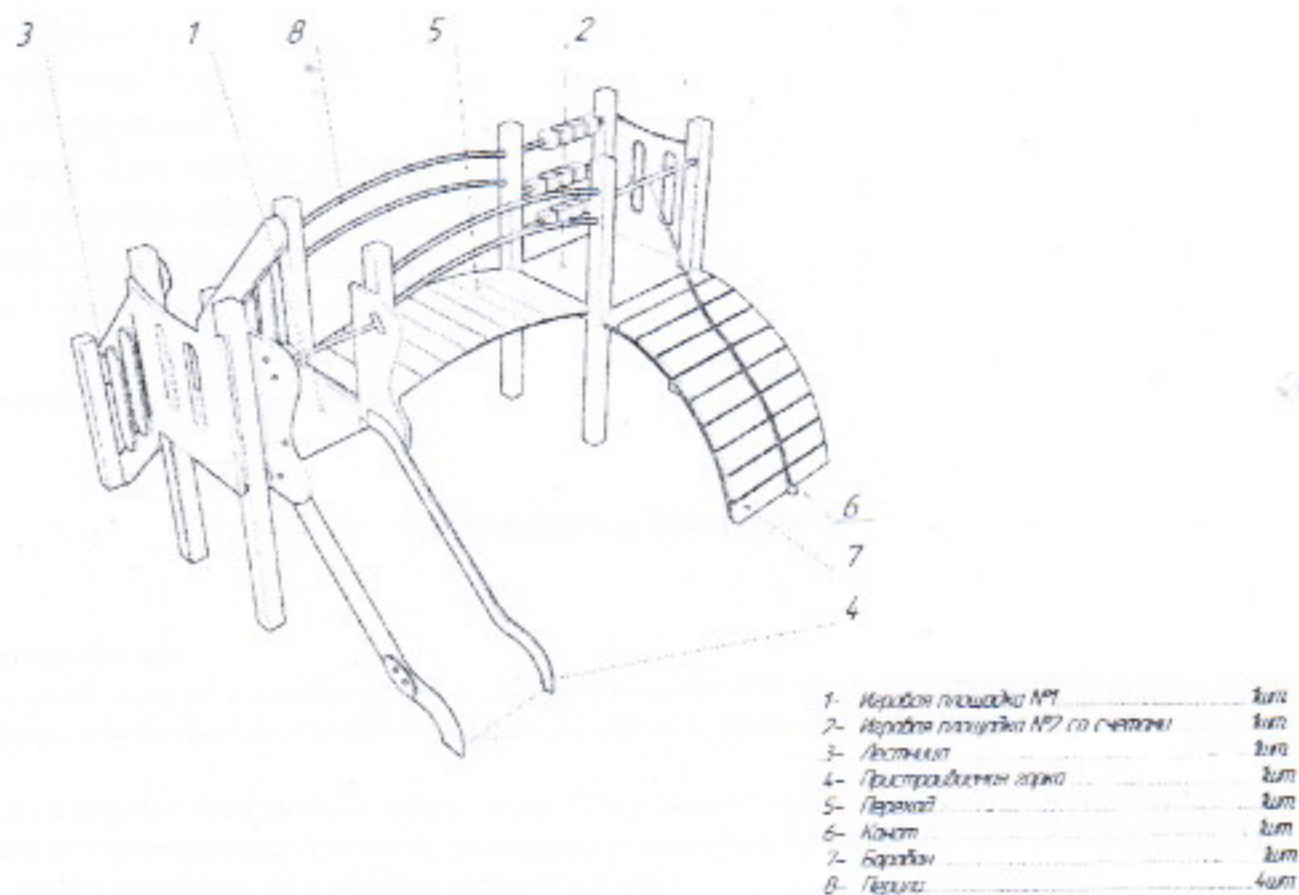

Рис. 1
14.5 Сборка детского игрового комплекса проводится согласно схеме, представленной на рис. 1.